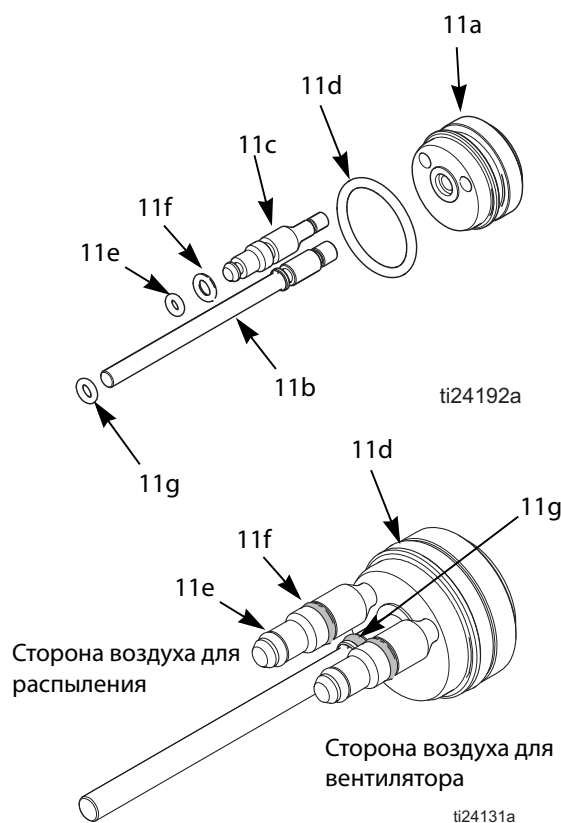

Рис. 24. Уплотнительные кольца поршня
4. Снимите головку (13) поршня с задней части краскораспылителя.
5. Нажмите на шток (11) поршня, чтобы вытолкнуть поршень из задней части краскораспылителя.
6. Проверьте уплотнительные кольца (11d, 11e, 11f, 11g) на наличие повреждений. См. Таблица 3 и Рис. 24.
9. Установите пружину (12) и головку (13) поршня.